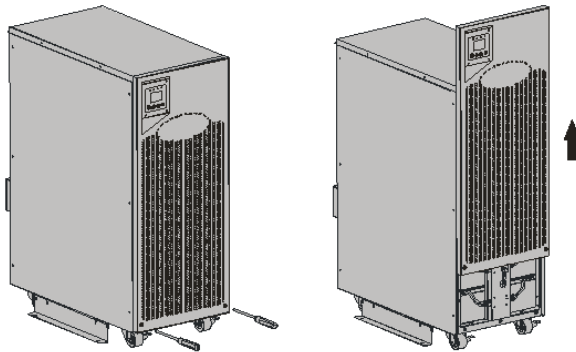

Abbildung 7: Entfernen der Frontblende der USV-Anlage
1. Entfernen Sie die Frontblende von der USV-Anlage und lösen Sie das Flachbandkabel vom Display der Frontblende (siehe Abbildung 7).